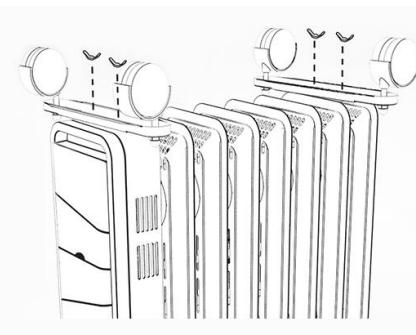

Fig.3
3. Maak ze aan het verwarmingstoestel vast met behulp van de meegeleverde schroeven en vleugelmoeren. Draai de vleugelmoeren vast. (Fig.3)